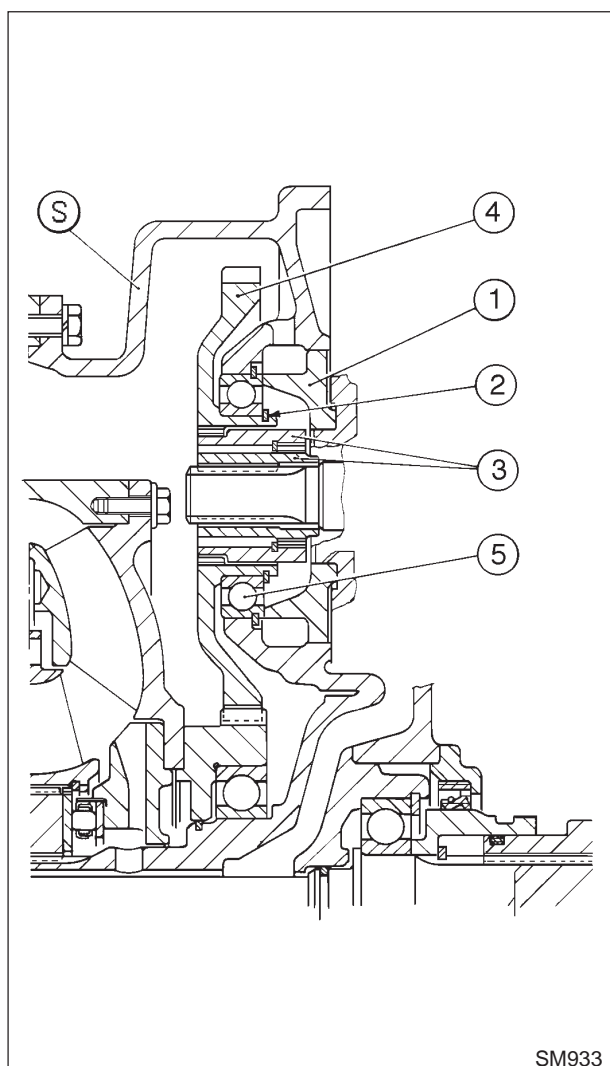

Fig. 6-4 Sezione del comando pompa
- sfilare la flangia di centraggio pompa (1, fig. 6-4);
- estrarre i due manicotti di trascinamento (3);
- togliere dalla propria sede l'anello elastico di ritegno (2);
- sfilare successivamente l'ingranaggio di comando (4) ed il cuscinetto a sfere (5).